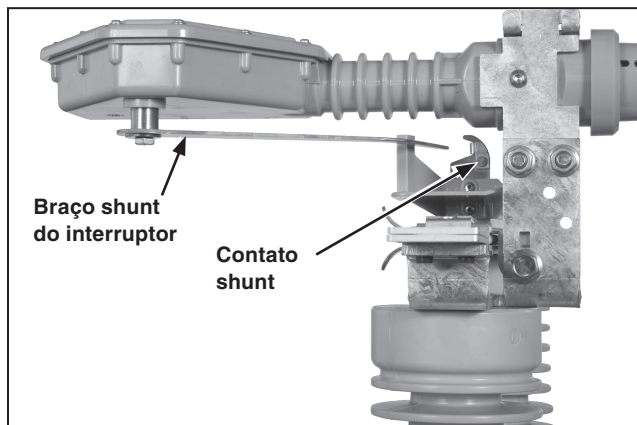

Figura 34. O contato shunt guia o braço shunt do interruptor até a posição.
- O braço shunt do interruptor deve ser guiado até a posição pela parte traseira curvada do contato shunt. Ver Figura 34.